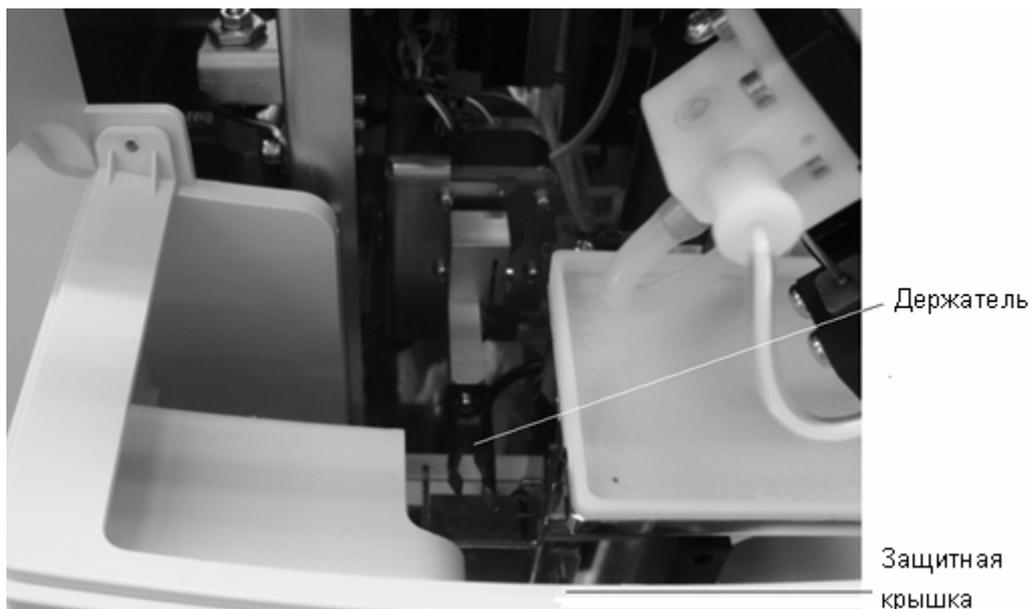

Рисунок 10-68 Держатель
1. Отключите питание анализатора. Через несколько минут откройте переднюю крышку анализатора, и увидите держатель (Рисунок 10-68).